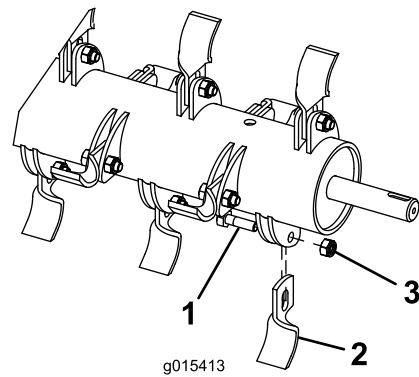

Figure 6
1. Tenez la lame dans un chiffon ou un gant épais et déposez l'écrou, le boulon de la lame et la lame (Figure 6).
3. Montez une lame neuve et fixez-la avec un écrou et un boulon neufs (Figure 6).